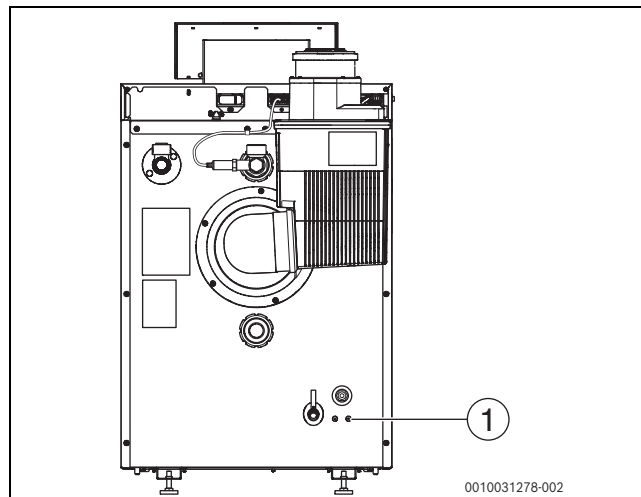

Bild 28 Schrauben an der Kesselrückwand
- 2 Schrauben (→ Bild 28, [1]) an der Kesselrückwand entfernen.